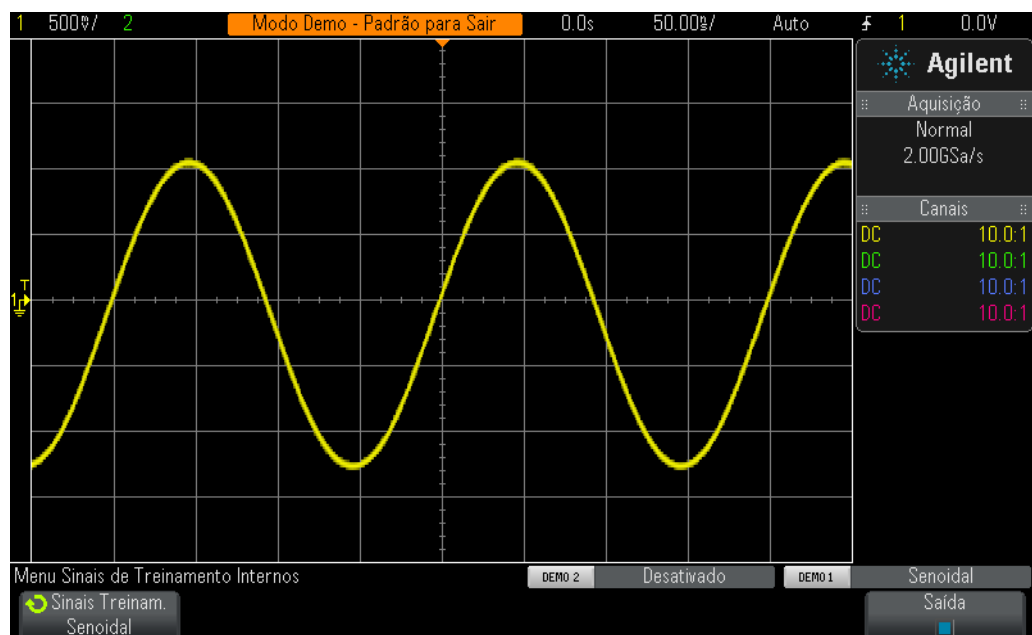

Figura 9 Configuração inicial para exibir o sinal de treinamento da onda senoidal
- 8 Gire o botão s/div (o botão grande na seção Horizontal) no sentido horário até que seja possível observar mais de dois períodos de uma onda senoidal no visor. A configuração correta deve ser **50 ns/div**, que é exibida como "50.00ns/", próximo ao centro da parte superior da tela. O visor do seu osciloscópio deve estar parecido com a Figura 9. Deste ponto em diante, nós nos referiremos a isso simplesmente como a configuração da "base de tempo" do osciloscópio.